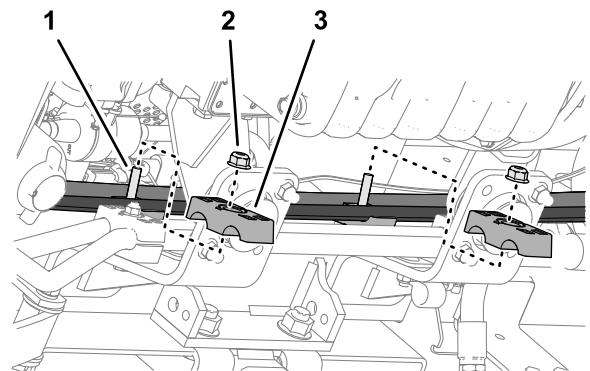

Figura 129
5. Monte las 2 mitades de las abrazaderas en los tornillos, y sujete las mitades de las abrazaderas y las mangueras (Figura 129) con 2 contratuercas con arandela prensada (5/16").